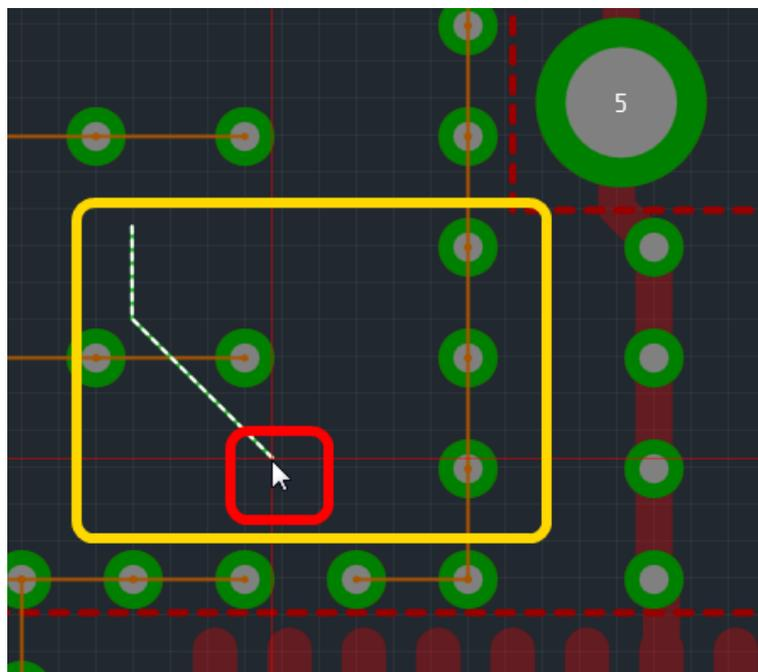

Рис. 117. Промежуточная точка границы области металлизации
4. Нажать левую кнопку мыши, и тем самым, зафиксировать промежуточную точку границы области металлизации, см. Рис. 117.